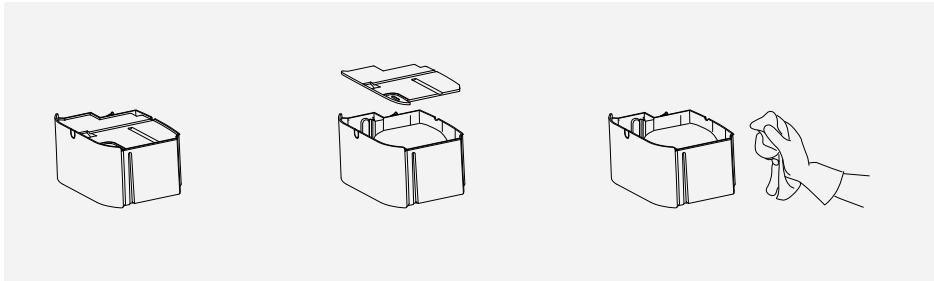

рис. 8
4. Очищайте резервуар для води кожні кілька тижнів. Вийміть його з приладу і зніміть верхню кришку (8) з резервуара (рис. 8). Наповніть внутрішню частину бака водою з миючим засобом і вийміть. Після прання прополощіть і висушіть. Також вийміть застлінку (8) у воді з миючим засобом.